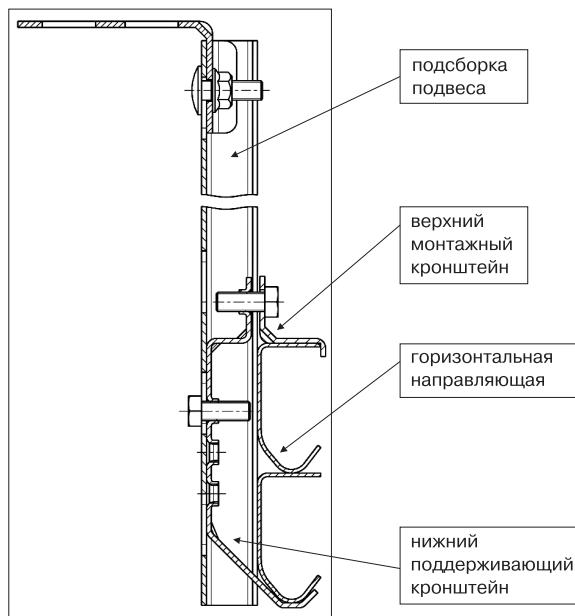

Рис. 16.1. Сборка подвеса
- 4) установить нижний поддерживающий кронштейн в С-образный профиль подвеса и закрепить его при помощи болта M8x16 с шестигранной головкой (рис. 16.1);